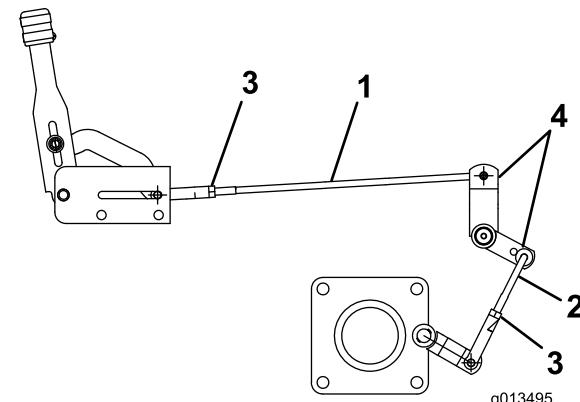

図 26
2. アクチュエータ・ロッドのジャムナットをゆるめる ((図 26))。アクチュエータ・ロッドを固定しているコッター・ピンを抜き、ロッドを回転させて、アクチュエータの長さを調整する。調整ができたら、新しいコッター・ピンでアクチュエータ・ロッドを止め、ジャムナットで固定する。